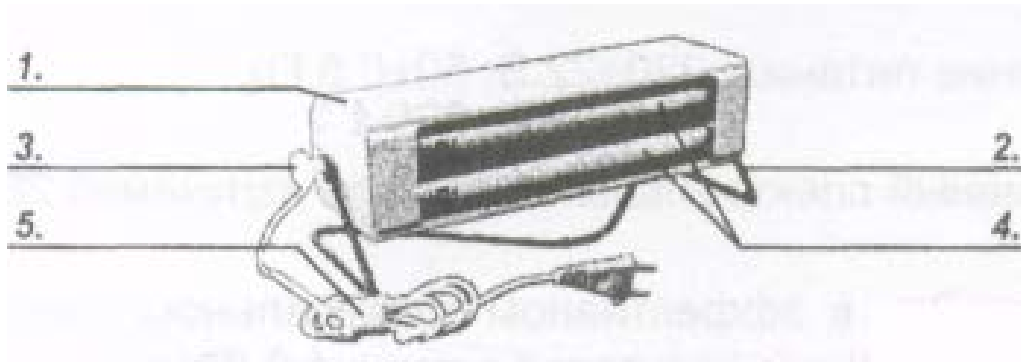

Рисунок 1. Внешний вид облучателя ОУФК-320/400-03
5.2. Основными элементами облучателя (рис.1) являются корпус(1), подставка (2), ручки крепления корпуса к подставке (3).Внутри корпуса размещены Уф лампы -2 шт. (4). Питание облучателя осуществляется посредством подключения шнура питания с вилкой (5) сети.